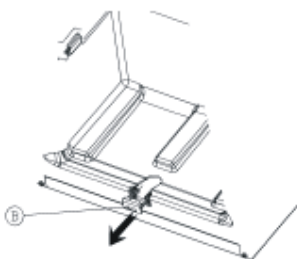

FIGURE -2-
- 2- Retirez la bonde de vidange (B) située sous le compartiment congélateur (figure-2).